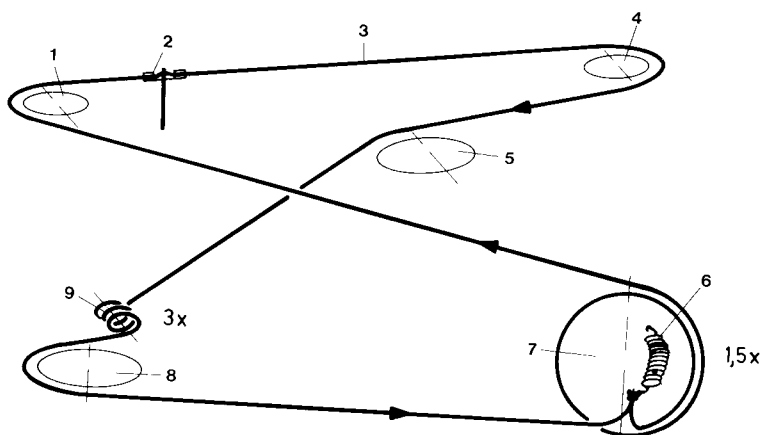

Fig. 3
- Skalenseil entsprechend Fig. 3 auflegen.
- Mount dial cord in acc. with Fig. 3.